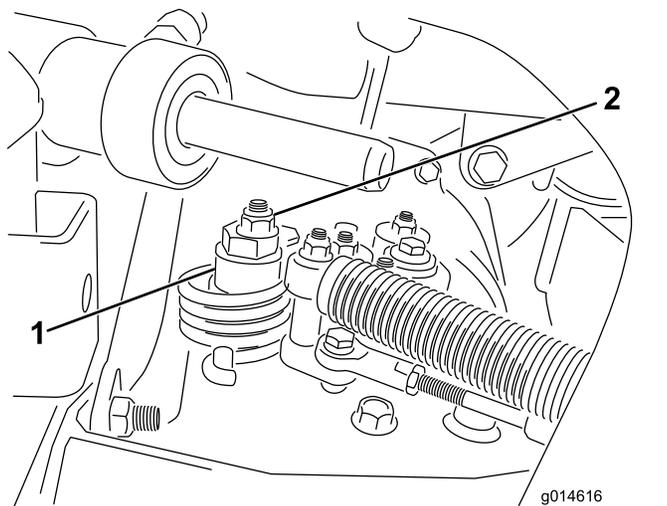

Figure 47
- A. Desserrez l'écrou de fixation de l'excentrique en haut de l'hydrostat (Figure 47).
- C. Tournez l'excentrique jusqu'à ce que la roue ne tourne plus dans aucune direction. Lorsque la route arrête de tourner, serrez l'écrou pour bloquer l'excentrique et le réglage (Figure 47). Vérifiez le réglage avec la commande d'accélérateur en position BAS RÉGIME, puis HAUT RÉGIME.